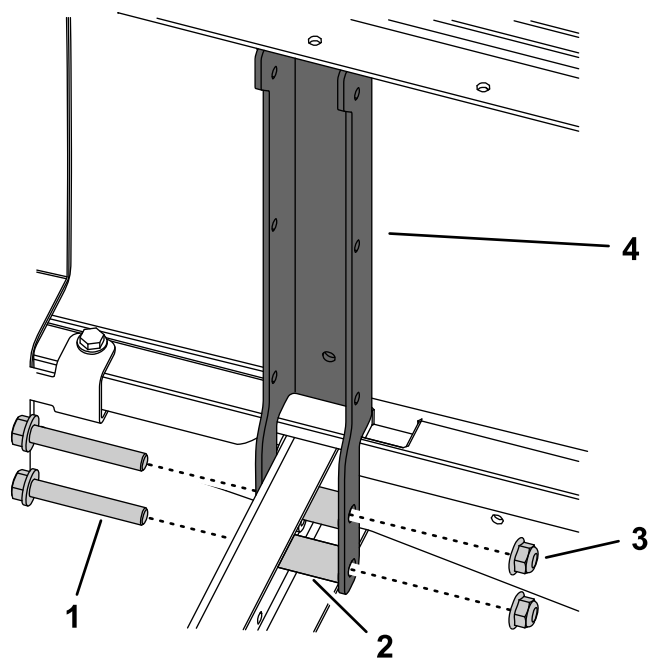

Рисунок 5
6. Выверните 2 болта (3/8 x 2-1/2 дюйма), 2 гайки (3/8 дюйма) и снимите 2 проставки с обоих задних опорных швеллеров сиденья (Рисунок 5). Снимите швеллеры.